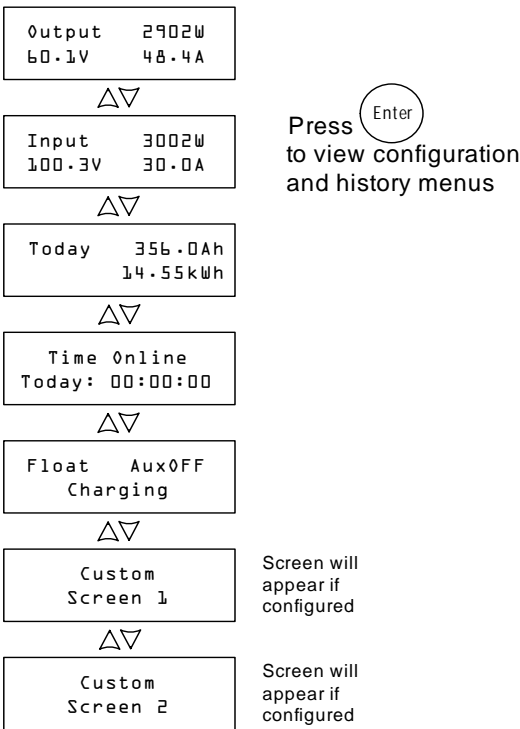

Figura 4-1 Schermate di funzionamento
- In modalità Charge Control (Controllo di carica) l'LCD mostra la potenza, la tensione e la corrente in uscita (e le informazioni aggiuntive come indicato in Figura 4-1 a pagina 4–2).
Il display situato sul pannello frontale mostra diverse schermate di messaggio durante l'avvio e il normale funzionamento. In Figura 4-1 viene mostrata la sequenza in cui la schermata Startup (avvio) e Operating (funzionamento) sono o possono essere visualizzate.